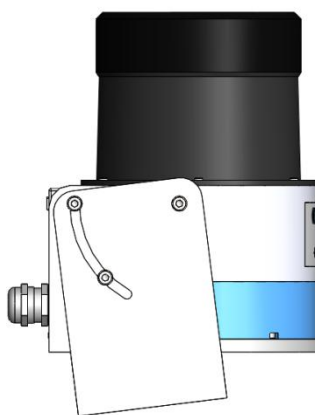

图11 安装架二调节雷达俯仰
- b) 将安装架二与第一步安装的安装架一连接，用两侧的六个 M4×8 的内六角圆柱头螺钉固定，连接时，可用安装架二上的条形孔调节雷达的俯仰角度，如图 11。